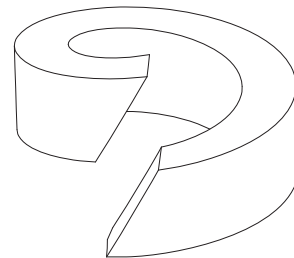

Рис. 8: разделенное уплотнительное кольцо
- Установите новое уплотнительное кольцо (поз. 17), руководствуясь Рис. 8.
При использовании разделенных уплотнительных колец, разрез должен производиться с наклоном согласно Рис. 8.